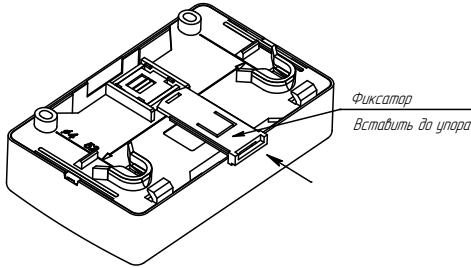

Рисунок 8
- при установке на DIN-рейку (рисунок 8):